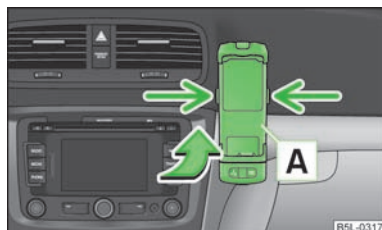

Fig. 110
- Introducir primero el adaptador [A] en el sentido de la flecha » fig. 110 en el soporte hasta el tope. Presionar ligeramente el adaptador hacia abajo hasta que enclave de modo seguro.
- Presionar los enclavamientos laterales del soporte simultáneamente » fig. 110 y extraer el adaptador con el teléfono.